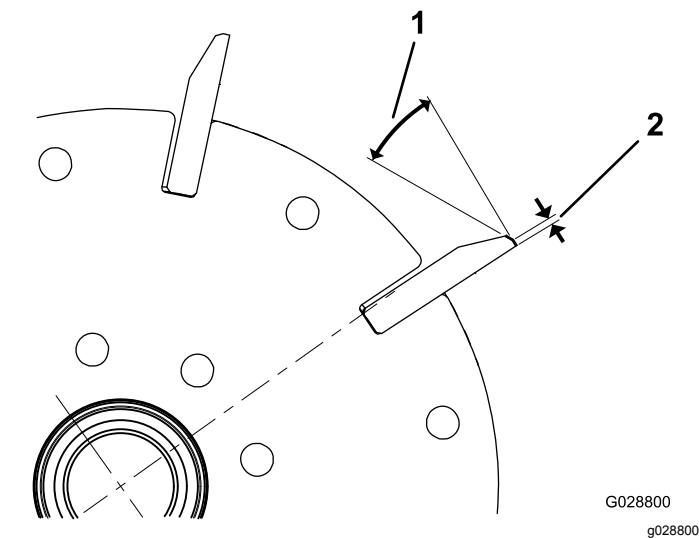

Figura 25
- 1. Afile todas las cuchillas con un rebajo de 30° hasta que la anchura de la superficie de incidencia sea de 1,3 mm (Figura 25).